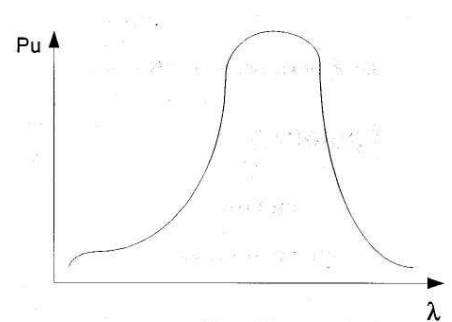

Рис. 3.25. Спектральна характеристика світлодіода.
3) спектральна характеристика – це залежність потужності випромінювання від довжини хвилі $P_u = f \lambda$ (рис. 3.25).